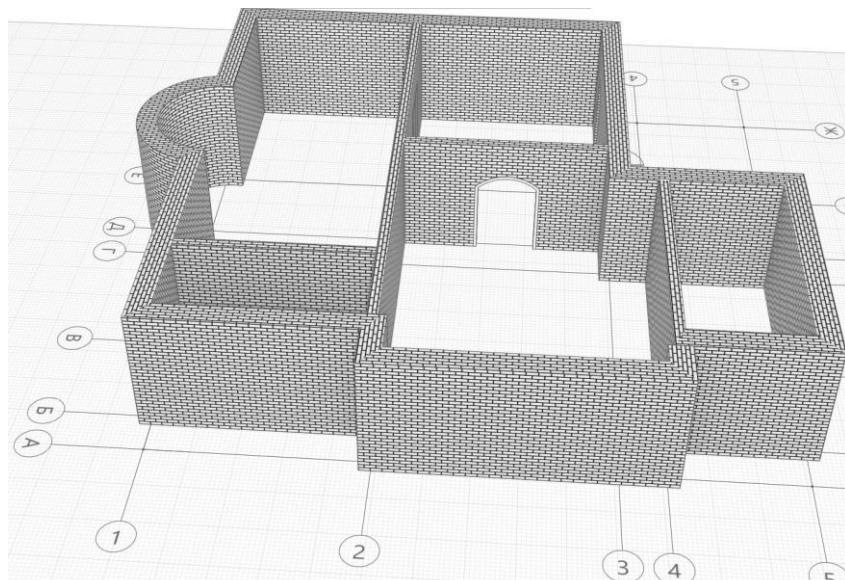

Рис. 4 Вставка проёма
5. Далее выбираем меняем параметры двери: высота – **2100 мм.**, ширина – **900 мм.**, форма проёма – **арочный проём**, стиль двери – **обрамление проёма**, марка – **Д3**. Вставляем проём (рис. 4)